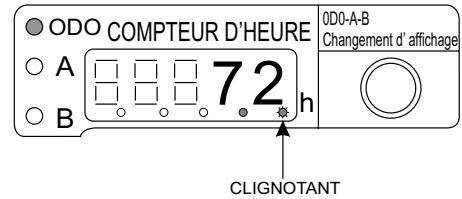

**Figure 27. Compteur horaire (démarrage du moteur)**
- Vérifier que la décimale la plus à droite (Figure 27) de l'affichage du compteur horaire **clignote**.